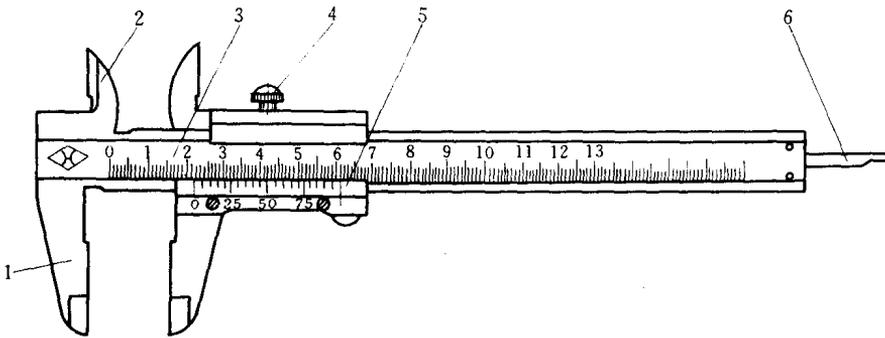

图 1-12 I型游标卡尺
- 1) 游标卡尺的结构形式 常用的 I 型游标卡尺结构形式见图 1-12。